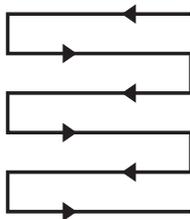

Fig. 22
- > Pour tondre, procédez par rangées qui se chevauchent légèrement. La méthode la plus efficace pour tondre le gazon est de procéder en lignes droites le long d'undes côtés. Cela permet de garder les lignes égales et garantit que tout le gazon est coupé sans oublier aucun endroit (Fig.22).